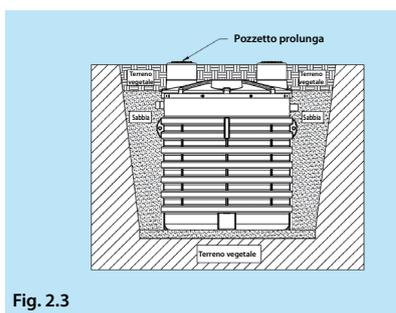

Fig. 2.3
**Fig. 2.3** - Qualora si dovesse interrare il serbatoio a **30 cm** di profondità mantenendo sempre la pedonabilità del sito, si consiglia di installare i pozzetti prolunga in polietilene direttamente sui fori di ispezione di entrata ed uscita. Nel caso in cui si dovesse posare il manufatto **oltre l'altezza indicata precedentemente**, bisogna attenersi scrupolosamente alle istruzioni specificate nel **capitolo 3 "Carrabilità"**. A seconda della profondità di installazione, il tecnico incaricato seguirà le indicazioni presenti nei due paragrafi.